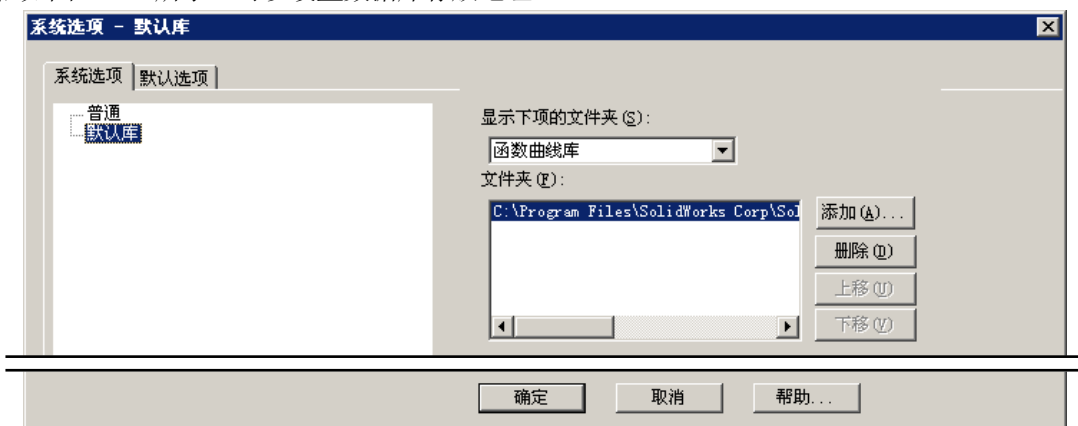

图 12.2.5 “系统选项-默认库”对话框
Step3. 在“系统选项-一般”对话框左侧列表中选择**默认库**选项，“系统选项-默认库”对话框如图 12.2.5 所示，可以设置数据库存放地址。